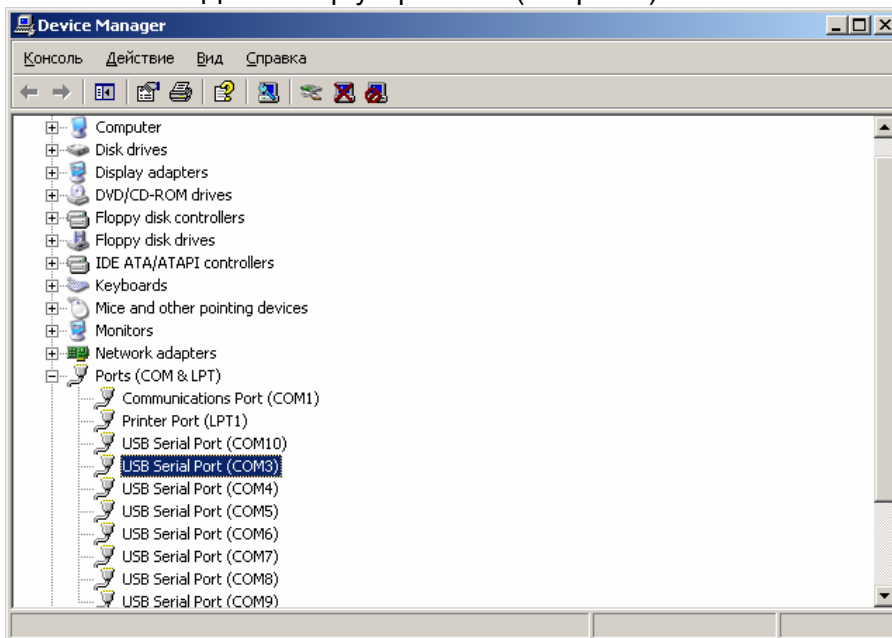

Рис.1.
- Зайти в «Диспетчер устройств» (см. рис.1)